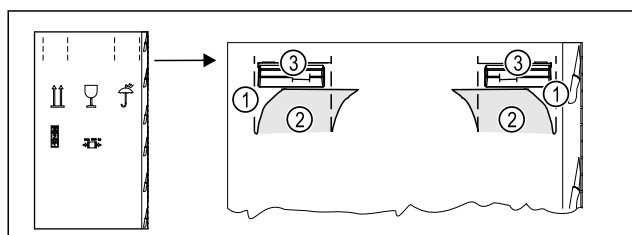

Fig. 5
- ▶ Vtlačte obalový karton nahoře na perforaci Fig. 5 (1).
- ▶ Vytáhněte vtlačené spojky Fig. 5 (2).
- ▶ Pravá a levá rukojeť Fig. 5 (3) je viditelná.
- ▶ Držte spotřebič za rukojeť Fig. 5 (3).